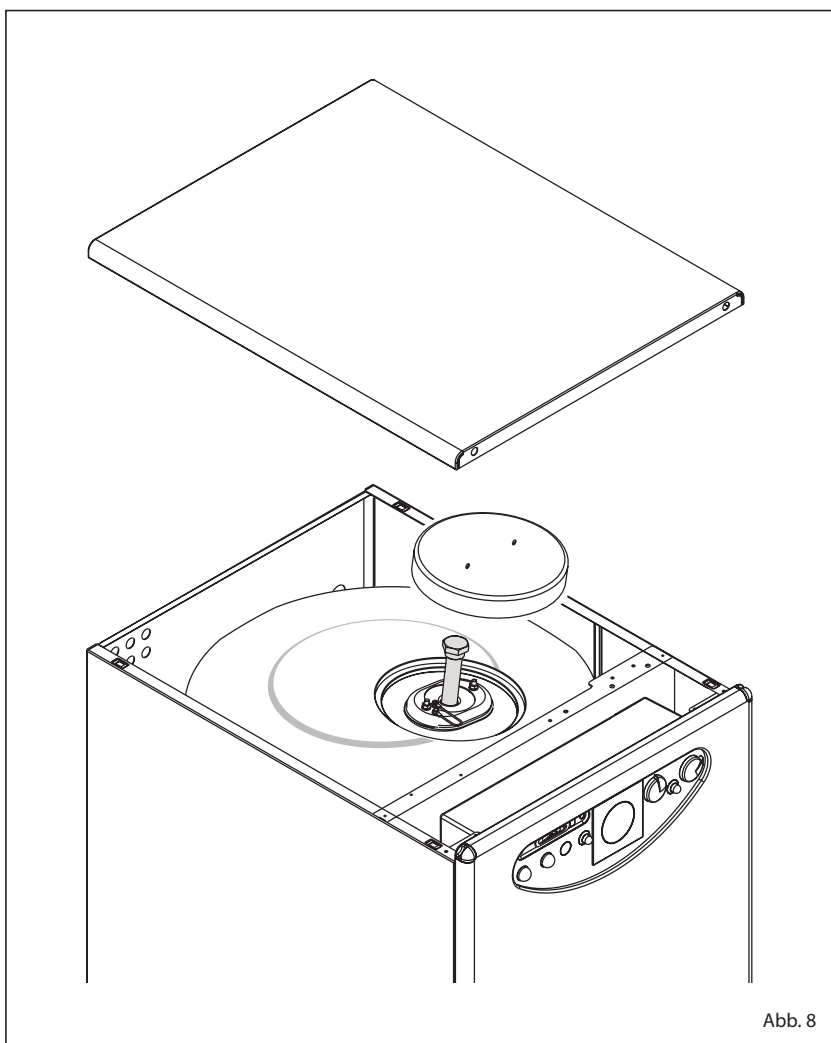

Abb. 8
3.3.2 Schutzanode des Boilers (Abb. 8)